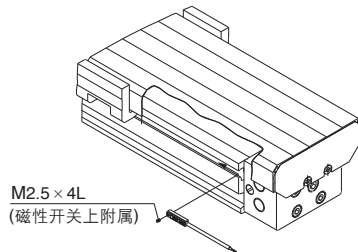

图2 磁性开关安装图
- 1) 磁性开关由气缸侧面插入后, 用附属的螺钉固定(参见图2)。